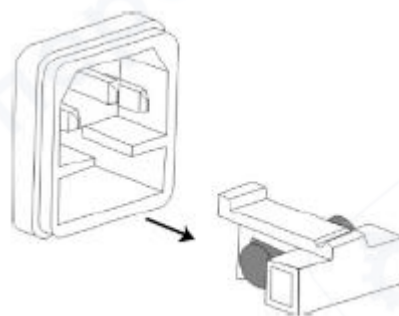

Рисунок 2: Замена предохранителя
3. Установите новый предохранитель соответствующего номинала. (См. рисунок 2)